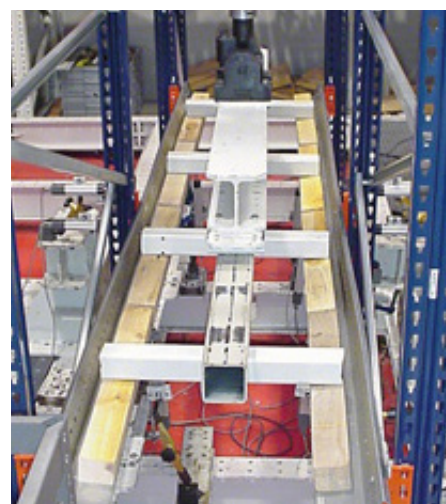

Figura 4. Ejemplo de ensayo de carril para paletización compacta.
Las cotas F, G y H han de ser siempre múltiplos de 50 mm (figura 4).
- X: suma del fondo de todos los pallets (contando la medida de la carga si ésta sobresale) más una holgura por unidad de carga de, como mínimo, 25 mm (figura 4).